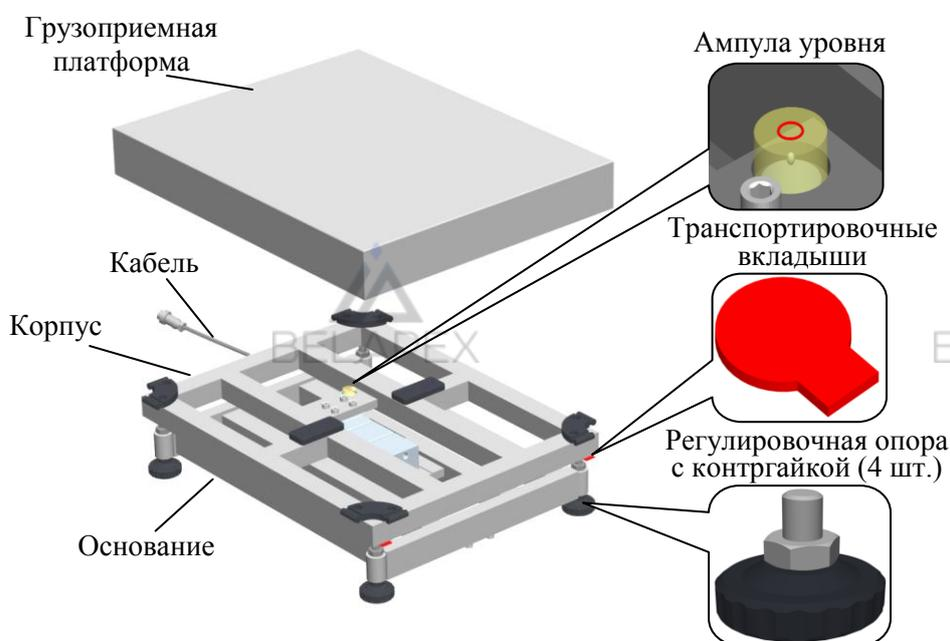

Рисунок 1 – Конструкция модуля
- 3.1.4 Переверните модуль и вверните регулировочные опоры (4 шт.) (см. рис. 1).